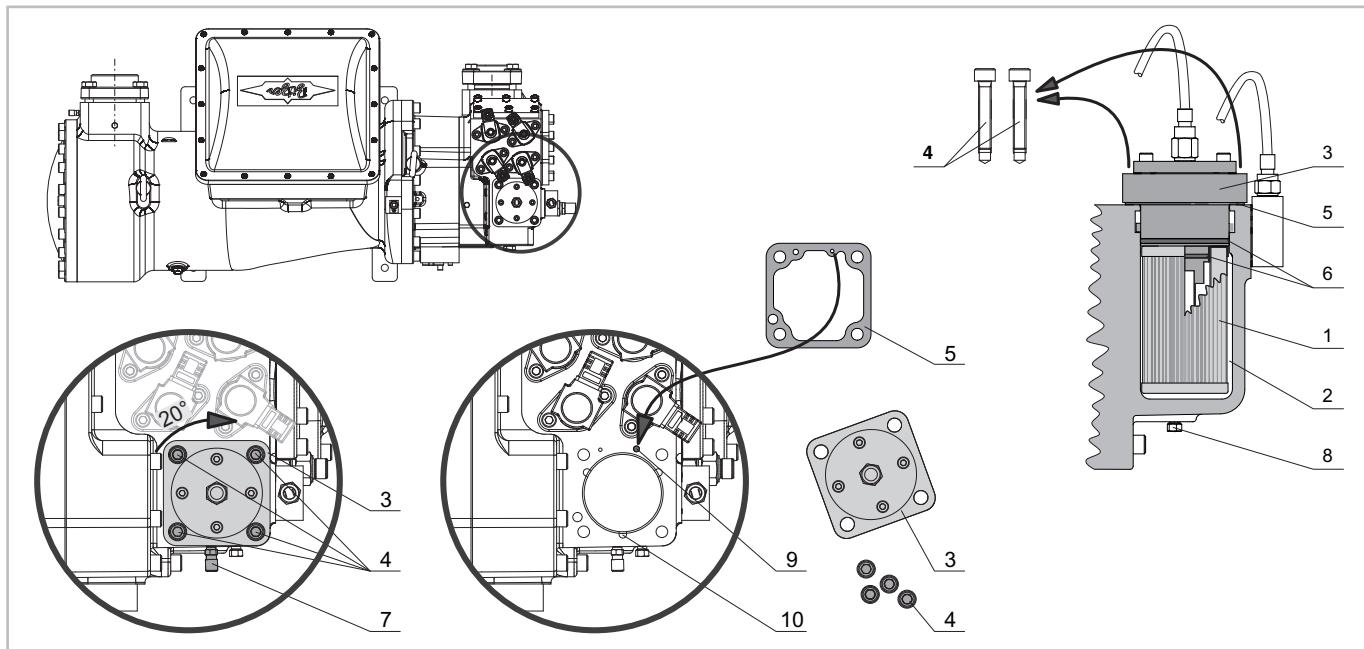

Fig. 13: HS.85 : Remplacer le filtre à huile
- HS.85 : Pour remplacer le filtre à huile interne situé devant la chambre de filtre à huile (voir figure 13, page 75).
#### HS.85 : Remplacer le filtre à huile interne (voir figure 13, page 75)